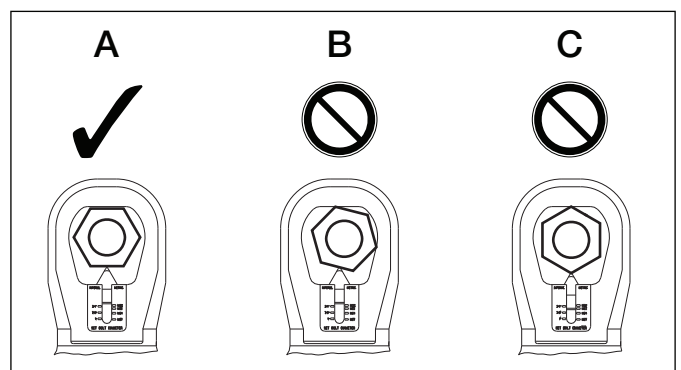

Figura 8, Posicionando a Cabeça de Corte
6. Posicione a cabeça de corte sobre a porca, garantindo que a superfície plana da lâmina repouse contra uma das bases planas da porca. Centralmente posicione a porca dentro da cabeça, de forma que a lâmina irá cortar no centro da base plana. Ver Figura 8, vista "A".